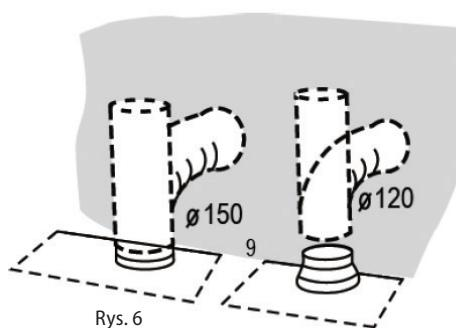

Rys. 4
4. Wywierć otwory i przymocuj okap kuchenny, jak pokazano na Rys. 4.
7. Do zawieszonego okapu kuchennego podłącz dolną i górną część komina (Rys. 4). Górną część wysuń do wymaganej wysokości i na ścianie zaznacz otwory do przymocowania uchwytu górnej części komina. Następnie zdejmij dolną i górną część komina.
8. Wywierć otwory i przymocuj uchwyt górnej części komina, jak pokazano na Rys. 4.